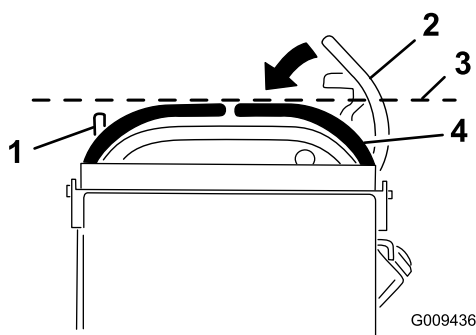

Figure 69
3. Abaissez les leviers de commande de déplacement pour quitter la position de VERROUILLAGE AU POINT MORT (Figure 69).
4. Vérifiez que le levier de commande de déplacement droit s'aligne horizontalement sur le levier de commande de déplacement gauche (Figure 69).